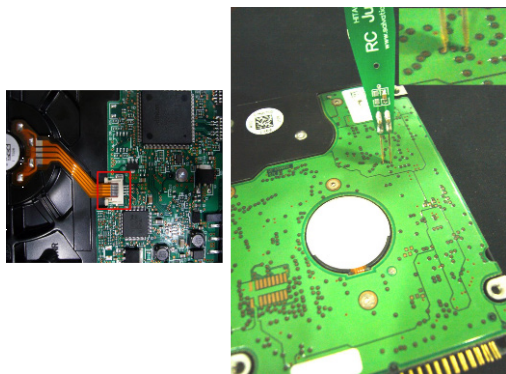

图 7-99 取电路板和 RC 跳线方式
3.5 英寸 SATA 硬盘进入安全模式需要将盘体和电路板连接线断开，其跳线方式如图 7-99 所示。